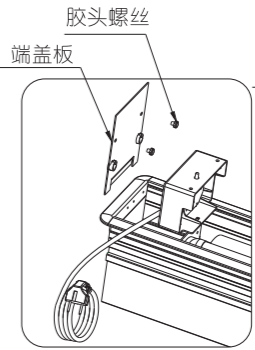

图 8
- 3) 拧出端盖板上的两粒胶头螺丝，将端盖板取出，如图8所示。